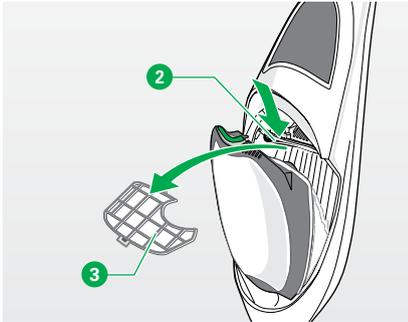

Figura 4.8 Protección del motor
- Tire de la palanca verde ① y abra la tapa de la unidad del filtro.
- Presione la lengüeta ② del marco del filtro de protección del motor ③, de manera que el filtro de protección del motor se suelte del soporte (véase la figura 4.8 en la página 63).